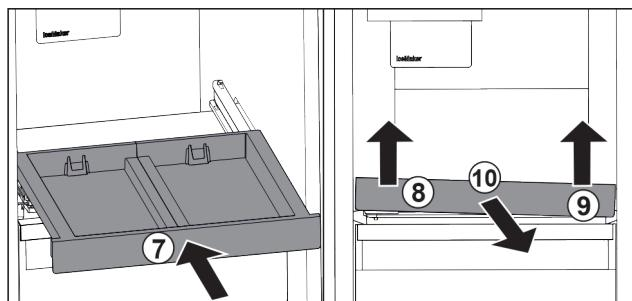

Fig. 25
- Вкарайте изтеглящата се дъска. Fig. 25 (7)
- Повдигнете изтеглящата се дъска отпред отляво. Fig. 25 (8)
- Повдигнете изтеглящата се дъска отпред отдясно. Fig. 25 (9)
- Извадете изтеглящата се дъска напред. Fig. 25 (10)